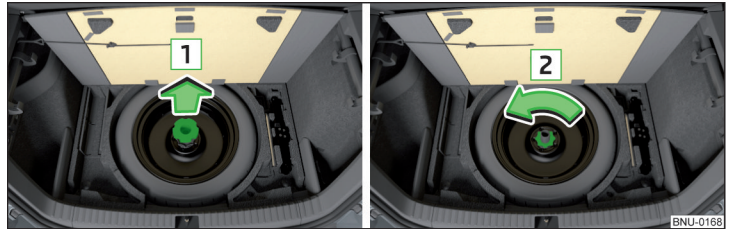

Fig. 314 **Sacar la rueda**
La rueda se encuentra en una cavidad debajo de la moqueta del maletero y está fijada con un tornillo de seguridad » fig. 314.
- Retirar la pata de apoyo para el suelo del maletero en el sentido de la flecha **1** y desatornillar el tornillo de seguridad en el sentido de la flecha **2** » fig. 314.
- Atornillar el tornillo de seguridad » contra el sentido de la flecha **2** hasta el tope » fig. 314.